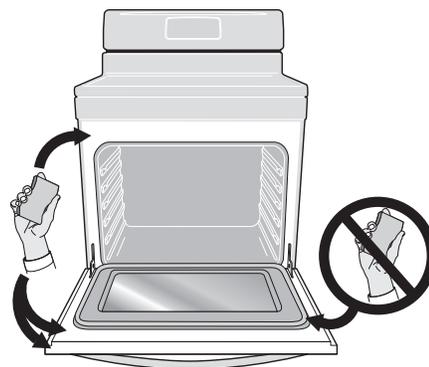

Fig. 16: Áreas a limpiar y a evitar
- No use agentes de limpieza para hornos o capas protectoras en las piezas del interior del horno o alrededor de estas. Limpie toda la suciedad pegada al marco del horno, al revestimiento de la puerta fuera de la junta de la puerta del horno y al área pequeña en la parte delantera central de la parte inferior del horno (Fig. 16, en la página 23). Estas áreas se calientan lo suficiente para quemar la suciedad acumulada sobre la superficie. Limpie usando jabón y agua antes de iniciar el ciclo de autolimpieza.